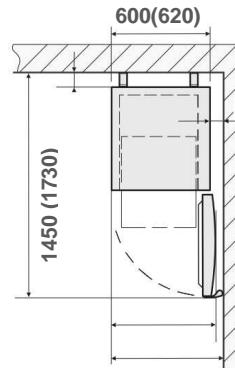

Abb. 7
- Sollte das Gerät in einer Ecke aufgestellt werden, lassen Sie einen seitlichen Abstand von mindestens 60 mm (**Abb. 7**).